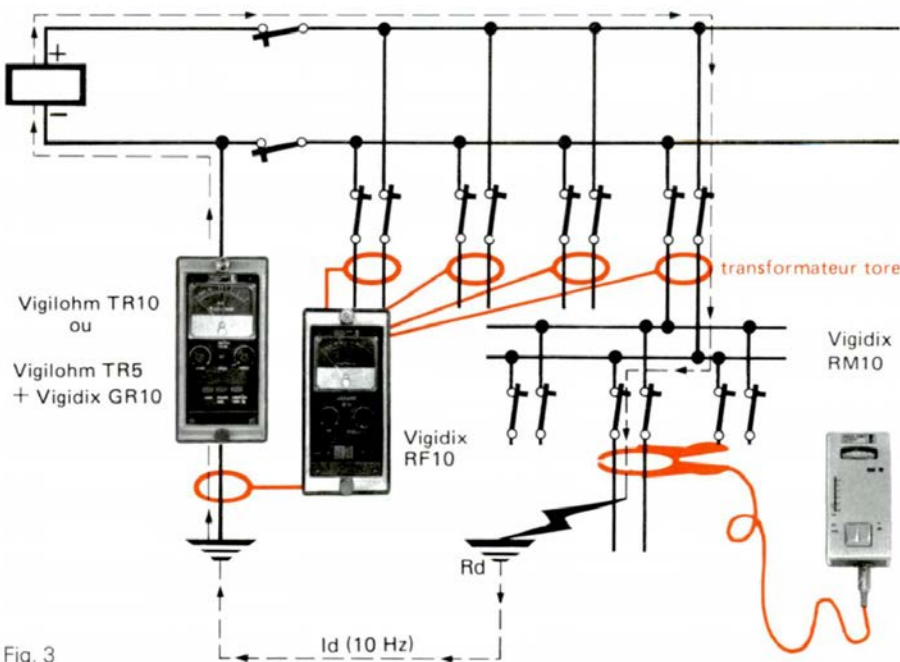

Fig. 3
2. pour effectuer sous tension la recherche du défaut (amélioration des conditions d'exploitation - fig. 3)